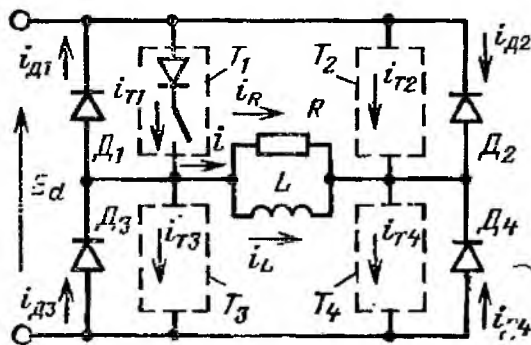

Рис. 9. Схема идеального однофазного мостового инвертора
13. На рис. 9 показана схема однофазного инвертора, в которой тиристоры заменены диодами и ключами, соединенными последовательно. Нагрузка состоит из параллельно соединенных резистора и реактора. Построить кривые токов $i_d, i, i_{D1}, i_{D2}, i_{D3}, i_{D4}, i_{T1}, i_{T2}, i_{T3}, i_{T4}$ и напряжения u и найти средние значения токов тиристоров и диодов, если $E_d = 10$ В, $L = 1$ мГн, $f = 100$ Гц и а) $R = 1$ Ом, б) $R = 0,4$ Ом, в) $R = 0,1$ Ом.